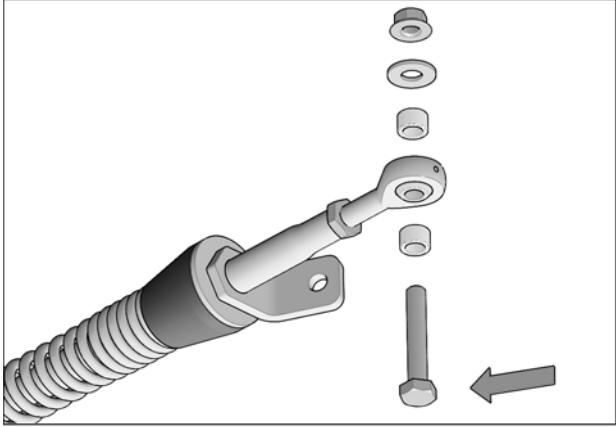

Fig. 13
3. Enlever les boulons, les rondelles et les espaceurs des rotules des bras stabilisateurs des systèmes avant. Voir la Fig. 13.